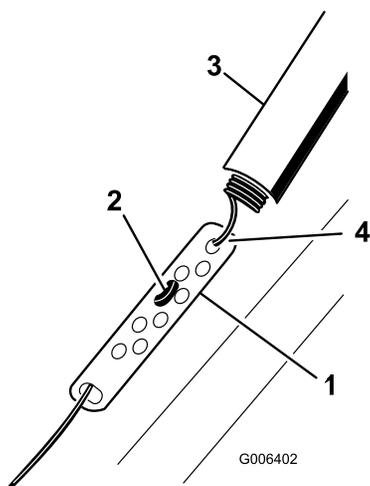

Figure 18
1. Remontez la protection du ressort et décrochez le ressort de la biellette de réglage (Figure 18).
2. Accrochez le raccord en Z à un trou plus haut ou plus bas sur la biellette de réglage de manière à obtenir un écart de 2 à 3 mm entre la barre de commande et le guidon (Figure 18).